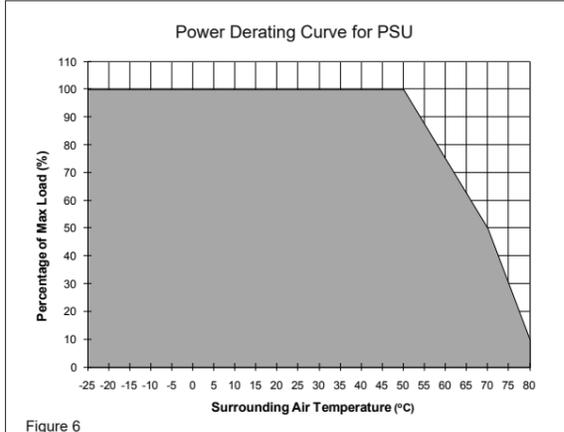

Figure 6
5.4. Temperaturverhalten (Abb. 6)
Betriebstemperaturbereich (Umgebungstemperatur)	-25°C bis +80°C (Leistungsherabsetzung gemäß Abb. 6)